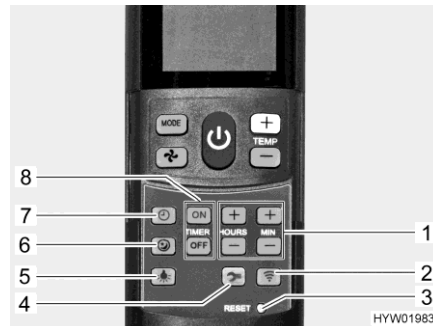

Bild 115 Fernbedienung mit Einstell-tasten (Klimaanlage)
- Taste Sanftlauf (Bild 115,6) drücken. Im Kühlbetrieb läuft das Gebläse dann mit niedriger Drehzahl und deshalb besonders leise.
- Taste Uhrzeit (Bild 115,7) drücken.
- Mit den Tasten (Bild 115,1) Stunden und Minuten einstellen.
- Taste "ON" (Bild 115,8) drücken.
- Tasten für die Zeiteinstellung (Bild 115,1) drücken, bis die gewünschte Zeitspanne bis zum Einschalten erreicht ist.
- Taste "OFF" (Bild 115,8) drücken.
- Tasten für die Zeiteinstellung (Bild 115,1) drücken, bis die gewünschte Zeitspanne bis zum Ausschalten erreicht ist.
- Taste "ON" oder Taste "OFF" (Bild 115,8) erneut drücken.
- Taste Licht (Bild 115,5) drücken. Das Licht wird mit der zuletzt eingestellten Dimmstufe eingeschaltet.
- Taste Licht (Bild 115,5) drücken und gedrückt halten, bis die gewünschte Helligkeit erreicht ist.
Beleuchtung ausschalten: ■ Taste Licht (Bild 115,5) drücken.
- ▷ Die Taste Setup (Bild 115,4) dient dazu, die Fernbedienung bei der ersten Inbetriebnahme mit der Klimaanlage zu verbinden.